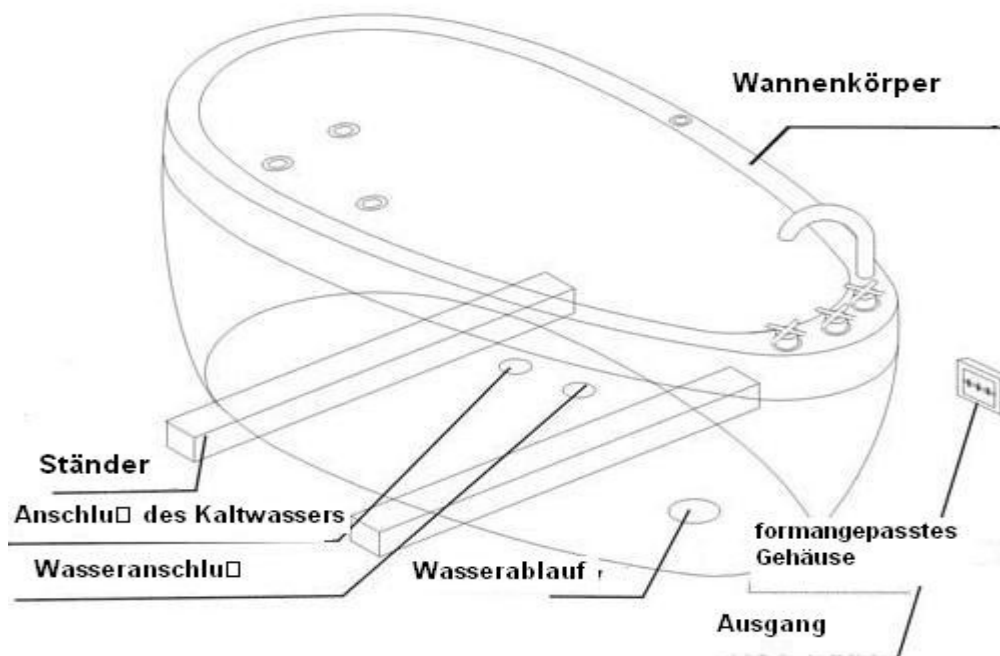

Bild 11
1. Im voraus den Platz für das Wasserabflußloch bestimmen und die Ausgänge der Zuleitungsrohre für Kalt- und Heißwasser an die Wand herausführen. (rys. 11).